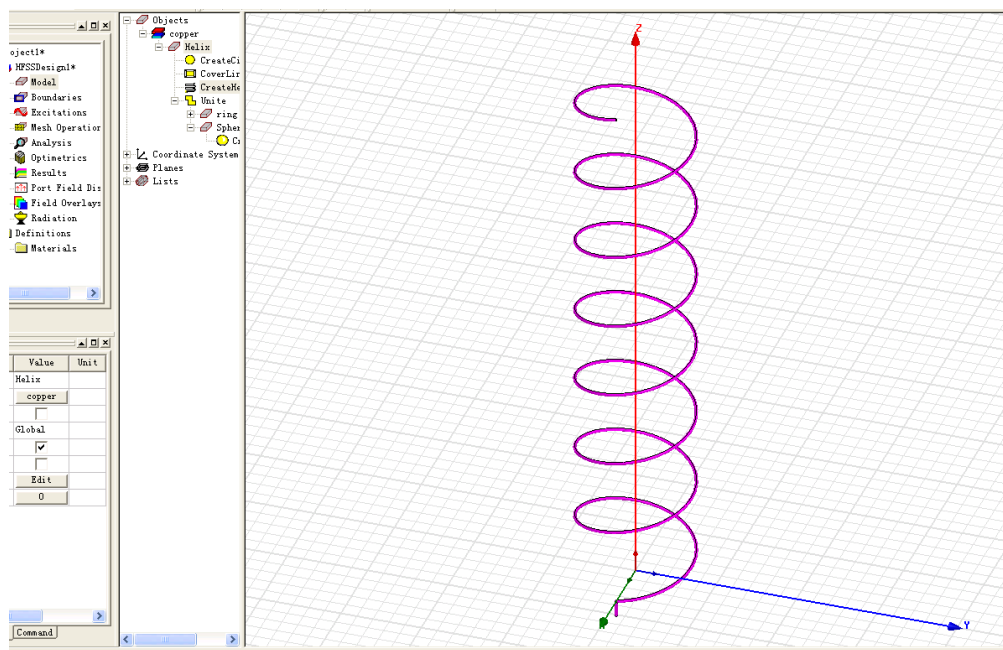

图 2-螺旋线模型
(4) 将 Helix、ring 和 Spherel 结合起来。在菜单栏中点击 Edit>Select>By Name, 在弹出的窗口中利用 Ctrl 键选择 ring, Helix 和 Sphere。在菜单栏中点击 3Dmodeler>Boolean>Unite。点击 OK 结束。形成的模型如下图 2 所示。